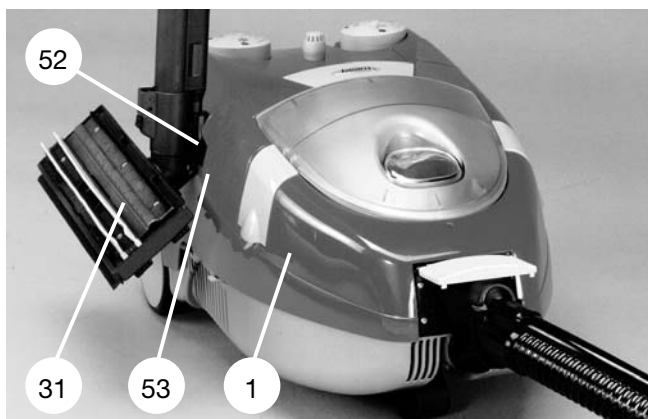

Bild 8
4.10 Die Rechteckdüse 31 kann während Arbeitsunterbrechungen mit dem Halter 52 in die Aufnahme 53 am Gehäuse 1 eingehängt werden (Bild 8).
**Tipp:** Um zu verhindern, dass flüssiger Schmutz aus der Rechteckdüse tropft, kann diese um 180° nach oben gedreht werden. Die Saugfunktion erst abschalten, nachdem die Rechteckdüse nach oben gedreht wurde (Bild 8).